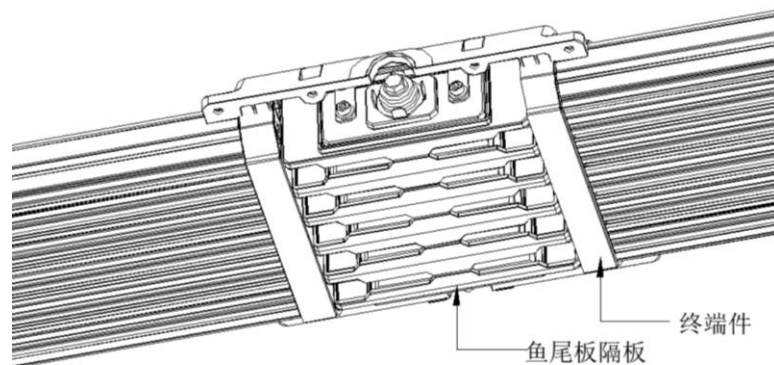

图 2-9 鱼尾板隔板与终端件装配效果示意图
- 步骤 6. 双手握住上盖板的两侧, 将结合件向下连接至导体, 不要用力或用任何物体撞击结合件, 这可能会损坏结合件或直线段。该结合件应通过恒力插入, 即用手推 (见图 2-9)。
- 步骤 8. 紧固结合件中心螺栓至 25Nm (见图 2-9), 紧固 L 型件的 8 个 M6 的内六角螺钉至 10Nm (见图 2-9)。